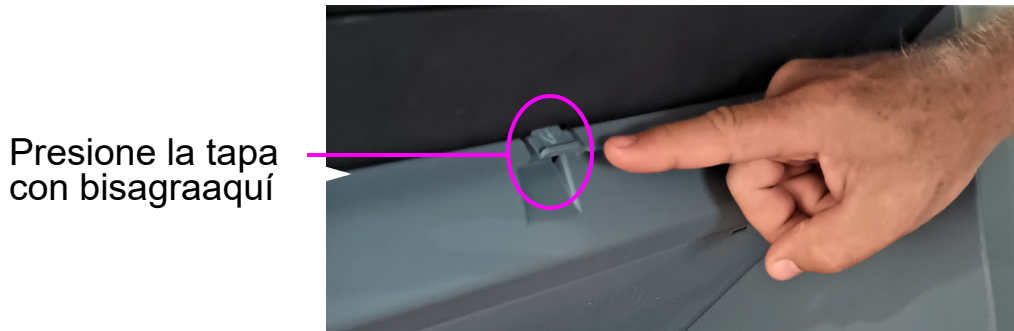

Figura 5-5: Cómo acceder a la impresora delantera
1. Presione la tapa con bisagra debajo de las bandejas de clasificación (Figura 5-5). La tapa se abrirá dejando al descubierto el conjunto de la impresora.